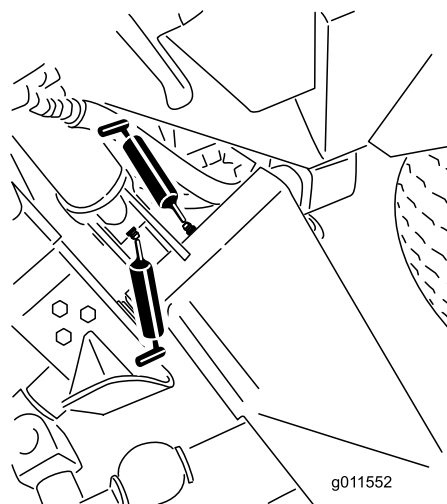
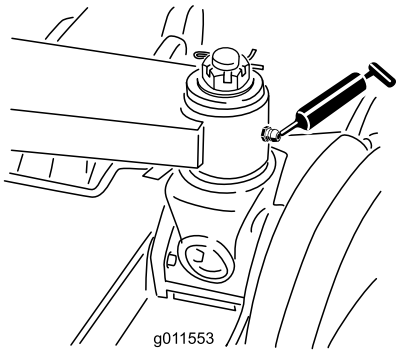

Figura 48
Figura 49
- 6 casquillos de brazos de elevación principales (Figura 48 y Figura 49)